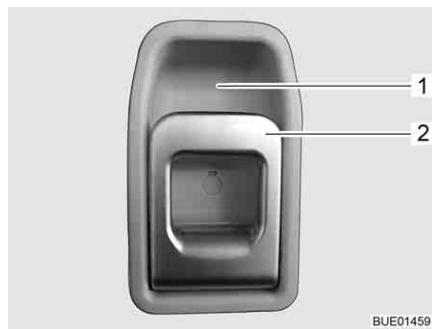

Bild 60 Türschloss Eingangstür, innen
- Am Griff (Bild 60,2) ziehen. Das Türschloss wird entriegelt.
- Den Griff (Bild 60,2) oben in Richtung Griffschale (Bild 60,1) drücken.